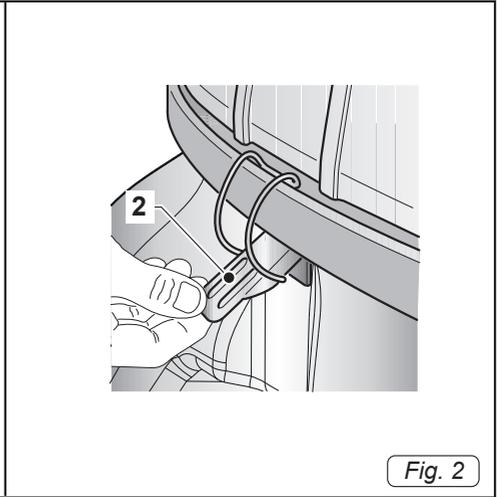
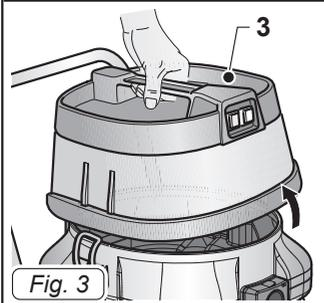

Fig. 2
Fig. 3
- Die Hebel (2 Abb. 2) lösen und den Deckel (3 Abb. 3) mitsamt dem Motorblock entfernen.
- Den Deckel wieder aufsetzen und mit den Hebeln (2 Abb. 2) blockieren.